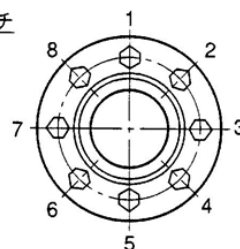

図2 ボルトの締付け順序
- 3) 所定の位置まで挿入した後、被動軸と減速機出力軸との相対位置(円周上、軸線上)を決めます。この位置決めに際しては、トルクレンチを用いほぼ対角線上の締付けボルト(図2での例 ボルト①→ボルト⑤)を軽く締めてください。
注) 締付けに際し、基点とした締付けボルトから時計方向に順次締付けますが、一度に締付けるボルト頭の角度は約 30°までとしてください。(図2での例ボルト①→②→③→④→⑤→⑥→⑦→⑧→①を繰返す)